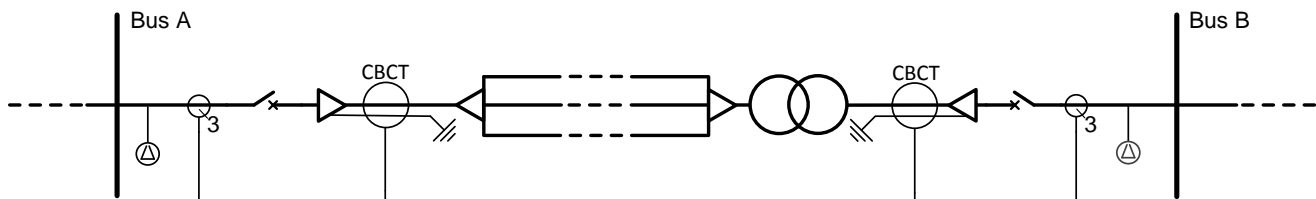

Abb. 93: Vereinfachtes Übersichtsschaltbild mit Leistungstransformator in der Zone
Das im Lokales Endschutzrelais \(A\) für den Leitungsdifferentialschutz erläuterte grundlegende Schutzprinzip gilt für eine Zone mit Leistungstransformator (Beispielfall 2). Abbildung 93 zeigt das Übersichtsschaltbild des Leitungsdifferentialschutz-Anwendungsbeispiels mit einem Leistungstransformator in der Zone. In der geschützten Zone des Sternpunktnetzes ist ein 11-/20-kV-10-MVA-Transformator mit 6 % vorhanden. Die Wicklung auf der 20-kV-Seite ist Sternpunkt geerdet (YN), die 11-kV-Seite der Wicklung ist im Dreieck geschaltet (d). Die 20-kV-Seite ist der 11-kV-Seite um 30 Grad voraus (Taktnummer 11)